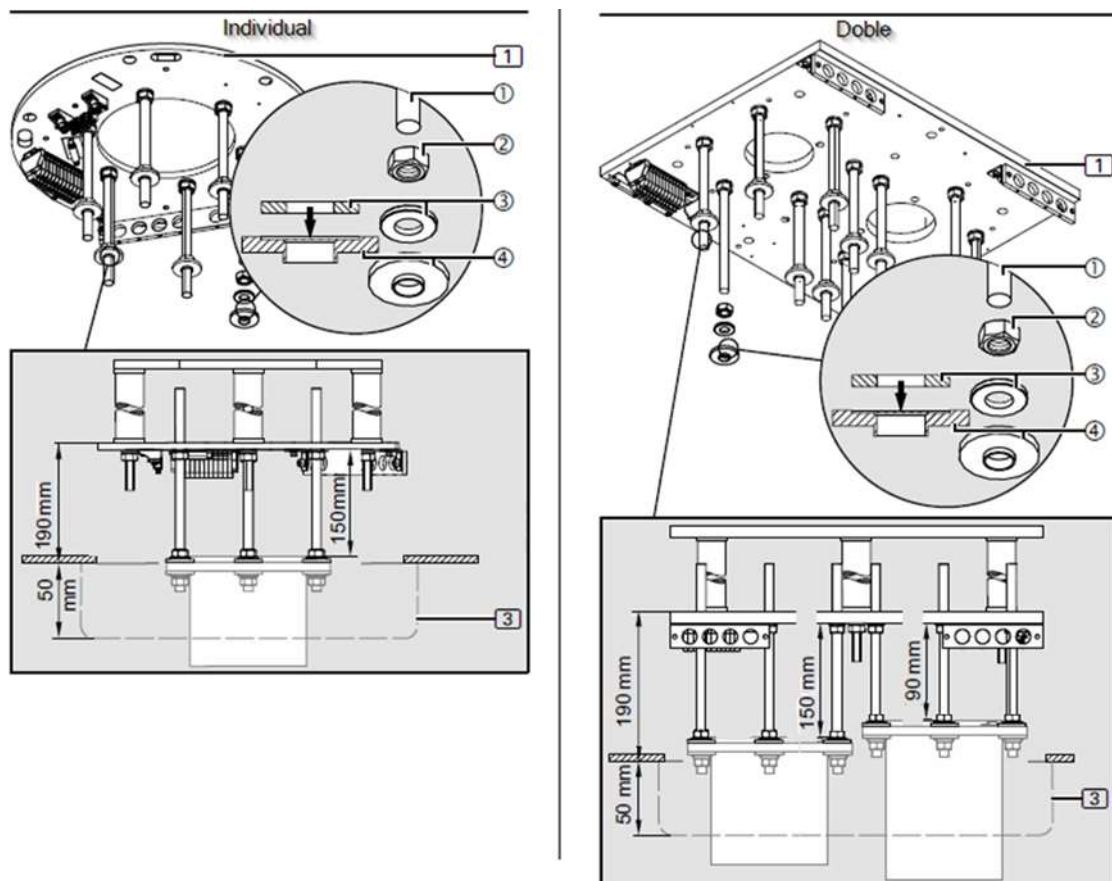

Abb. 12 Montage der Isolierungen über den Gewindebolzen mit Zwischendecke
- Schrauben Sie jeweils 1 Sechskantmutter M16 (2) auf die Gewindebolzen 6/12 M16 x 315 mm (3) und setzen Sie dann jeweils 1 Sprengring (1) auf.
- Alle Gewindebolzen M16 x 315 mm (3) müssen vollständig in die Schnittstellenplatte 1 eingeschraubt werden.
Die Gewindebolzen M16 x 315 mm (3) müssen aus der Schnittstellenplatte (1) 220 mm in der Einzelausführung und 160 mm in der Doppelausführung herausragen, wie in Abbildung 12 dargestellt.
- Überprüfen Sie, ob die gekürzten Gewindebolzen M16 (3) im richtigen Abstand zueinander befestigt und vollständig in die Schnittstellenplatte (1) eingeschraubt sind.